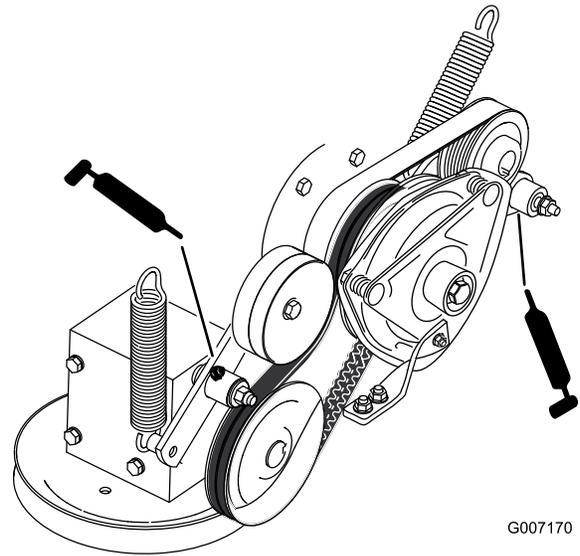

Figura 36
7. Engrase el brazo tensor de la correa de transmisión de la PTO (Figura 36).
8. Engrase el brazo tensor de la correa de la bomba (Figura 36).